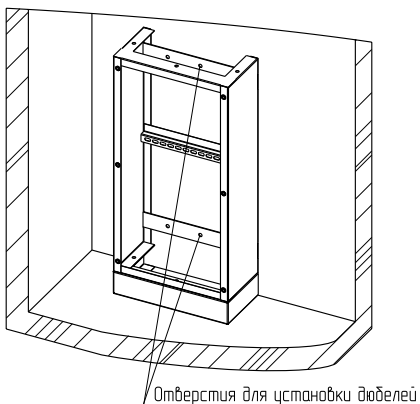

Рисунок 4
4.2.3 Установить на полу Короб нижний КЭТ/КСС (1.1) в месте вертикальной прокладки кабельной линии, прислонить его к стене и прикрепить при помощи дюбелей (рисунок 4).